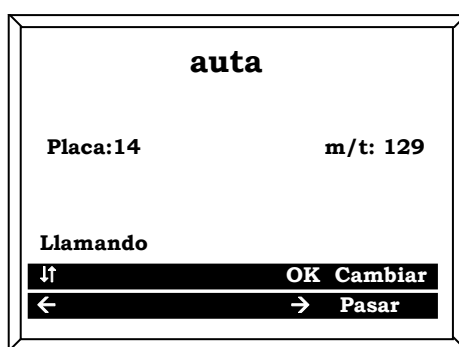

Figura 4. Llamada desde la placa 14 al monitor 129.
- En la central aparecerá el código del monitor o SDL y monitor al que va dirigido la llamada y la placa desde la que se llama (ver figura 4). Dicha información aparecerá sobre una pantalla azul si la instalación es de audio, o con la imagen de la cámara de la placa de calle de fondo si es de video⁵.